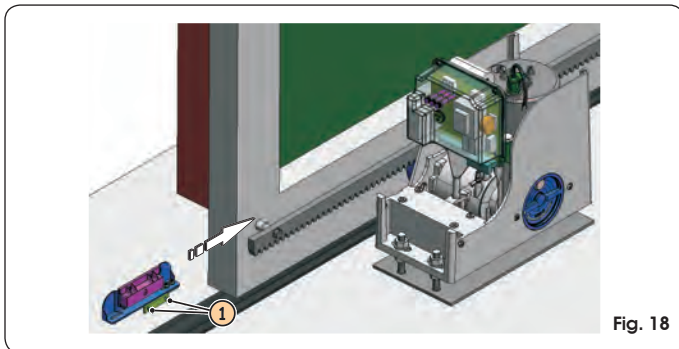

Fig. 18
- ③ Portare manualmente il cancello in posizione d'apertura lasciando 4 cm dall'arresto meccanico di finecorsa.
- ④ Far scorrere sulla cremagliera il magnete con il lucchetto aperto nella direzione di apertura, vedi figura 18. Appena il led relativo al finecorsa di apertura presente sulla scheda si spegne far avanzare il magnete di altri 10 mm e fissarlo con le apposite viti (Fig. 18 rif. ①).
- ⑤ Procedere in modo analogo per il magnete di chiusura.
⑥ Portare il cancello circa a metà della sua corsa e ribloccare il sistema (vedi paragrafo 9).